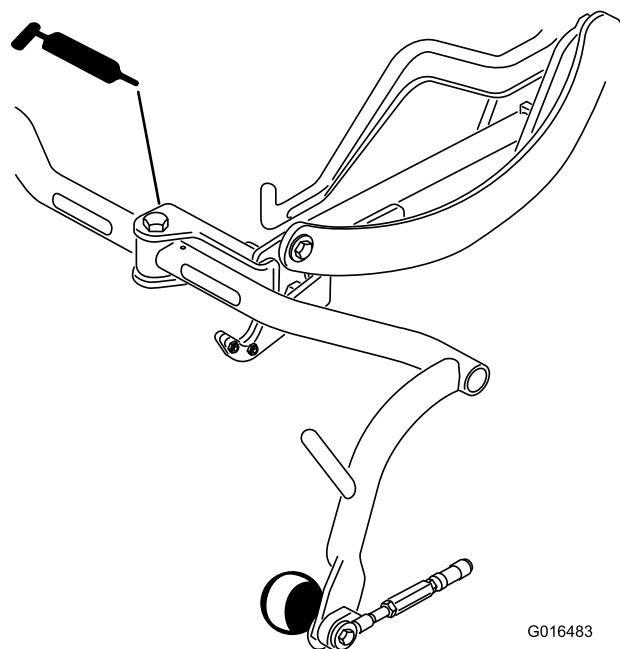

Figura 32
- Articulação da estrutura de suporte (3) (Figura 32)